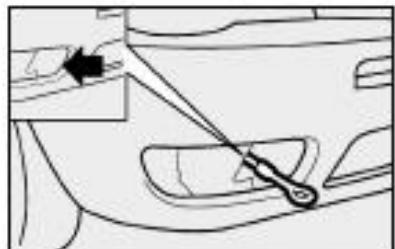

fig. 75
- 2) Remover a tampa situada no pára-choque dianteiro fig. 75, fazendo pressão com uma chave de fenda no ponto indicado pela seta.
- 3) Roscar a fundo o gancho no pino de rosca dianteira fig. 75.